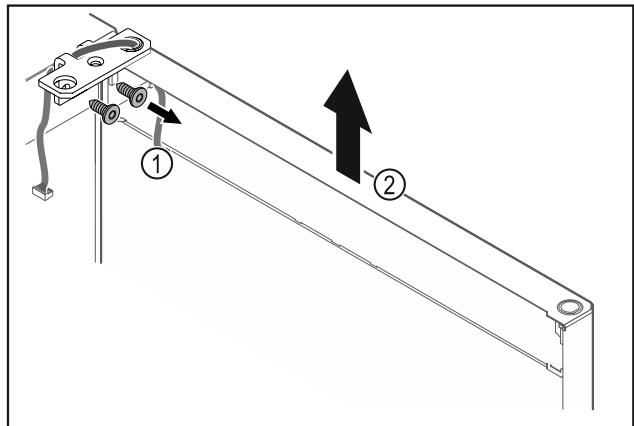

Fig. 25
- Atsukite šarnyrinį kampuotį Fig. 25 (1).
- Duris, išsk. šarnyrinį kampuotį Fig. 25 (2), pakelkite maždaug 200 mm tiesiai į viršų ir nuimkite.